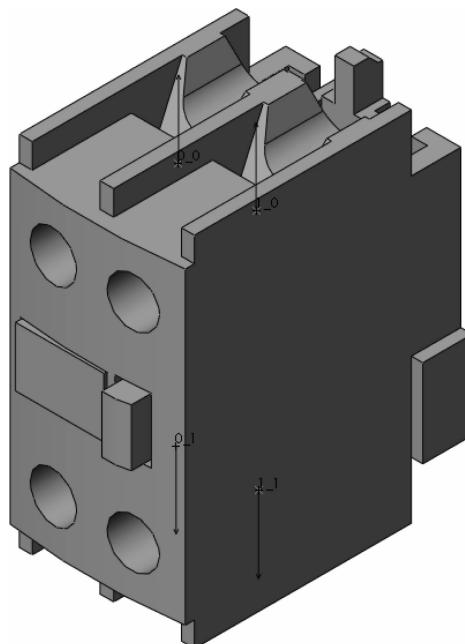

图 12-14 电气 CPoints
**步骤 9 电气 CPoints** SOLIDWORKS Electrical 连接点已经添加到零件中，其已经可见，如图 12-14 所示。